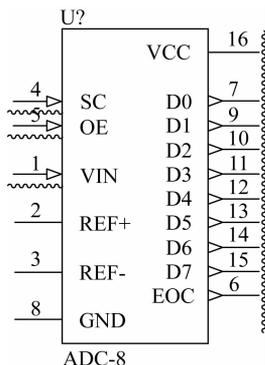

图 4-105 选中元件
(1) 选择需要编辑标号的元件的编号文本，使其处于选中状态，本例中选择如图 4-105 所示的编号为“JP2”的接头元件。